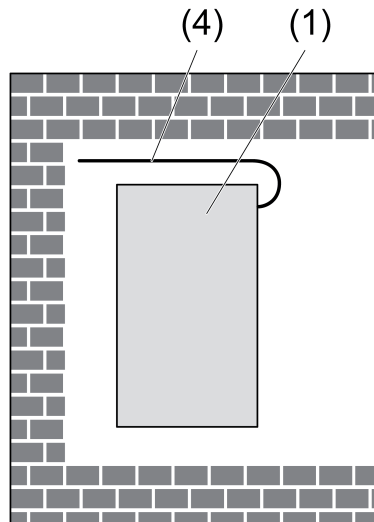

Bild 4
- ⓘ Antenne möglichst frei gestreckt verlegen (Bild 4).